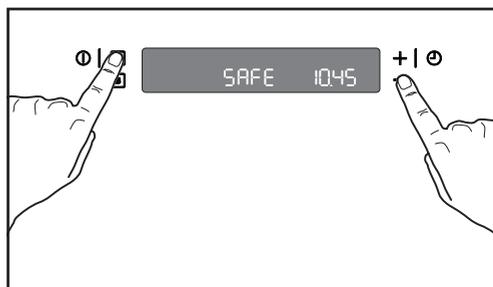

Рис. 14
2. Одновременно нажмите на кнопки  и  и не отпускайте их примерно 3 секунды. Сработает звуковой сигнал и на дисплее появится слово “SAFE” (Рис. 14).